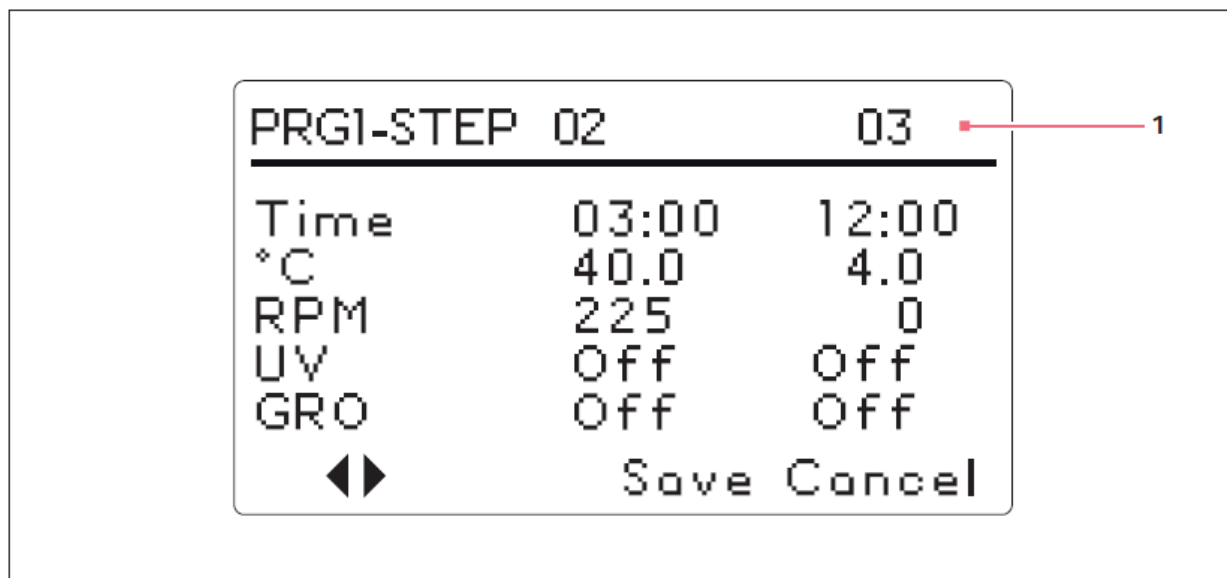

Рис. 5-14: программа 1, шаг 3
10. Продолжайте программирование остальных шагов (до 15) таким же способом. Наша программа, приведенная для примера, состоит всего из трех шагов (см. рис. 5-14 на стр. 55).